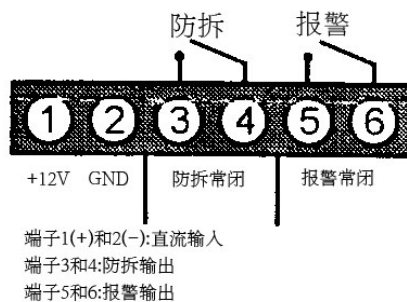

图2:接线端子示意图
5. 连接好接线端子, 如图 2.EL3000 公司建议使用 20-22AWG 线缆。